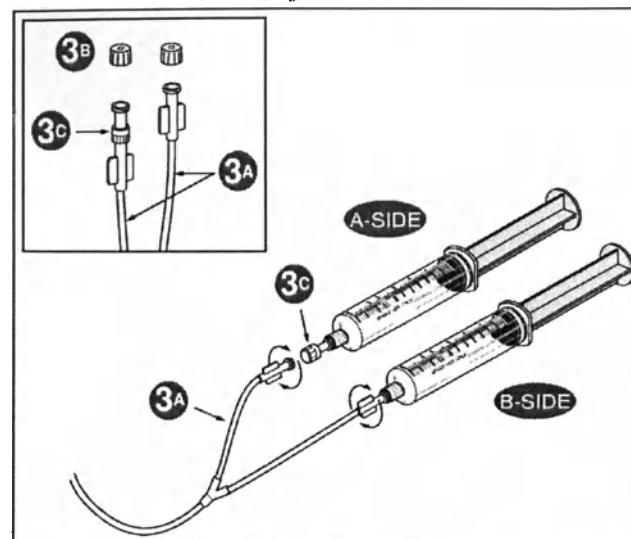

Figure 4-3-4 Attaching the Y-Tubing to the A-side Syringe and B-side Syringe
3. Для подсоединения Y-образного соединителя 3a снять синие торцевые пробки 3b с наконечников и подсоединить наконечники к соответствующим шприцам. Убедиться, что синий предохранительный клапан 3c подсоединён к шприцу с контрастом. См. рис. 4-3-4
3. Для подсоединения Y-образного соединителя 3a снять нижние торцевые пробки 3b с наконечников и подсоединить наконечники к соответствующим шприцам. Убедиться, что синий предохранительный клапан 3c подсоединён к шприцу с контрастом. См. рис. 4-3-4